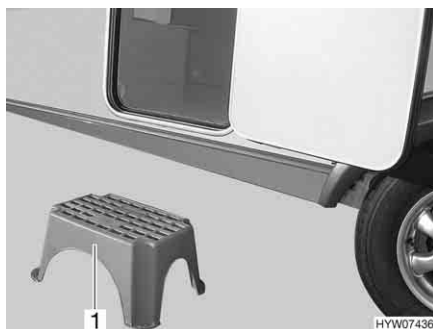

Fig. 24 Scalino di ingresso (non fissato all'interno)
- Collocare lo scalino di ingresso (Fig. 24,1) davanti all'entrata del caravan.